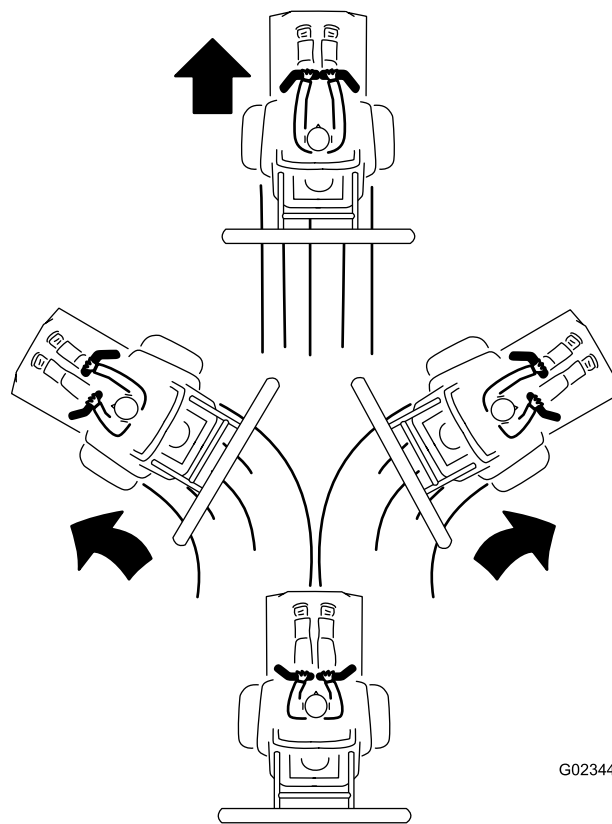

Figura 25
3. Para avançar, empurre lentamente as pegas de controlo para a frente (Figura 25).